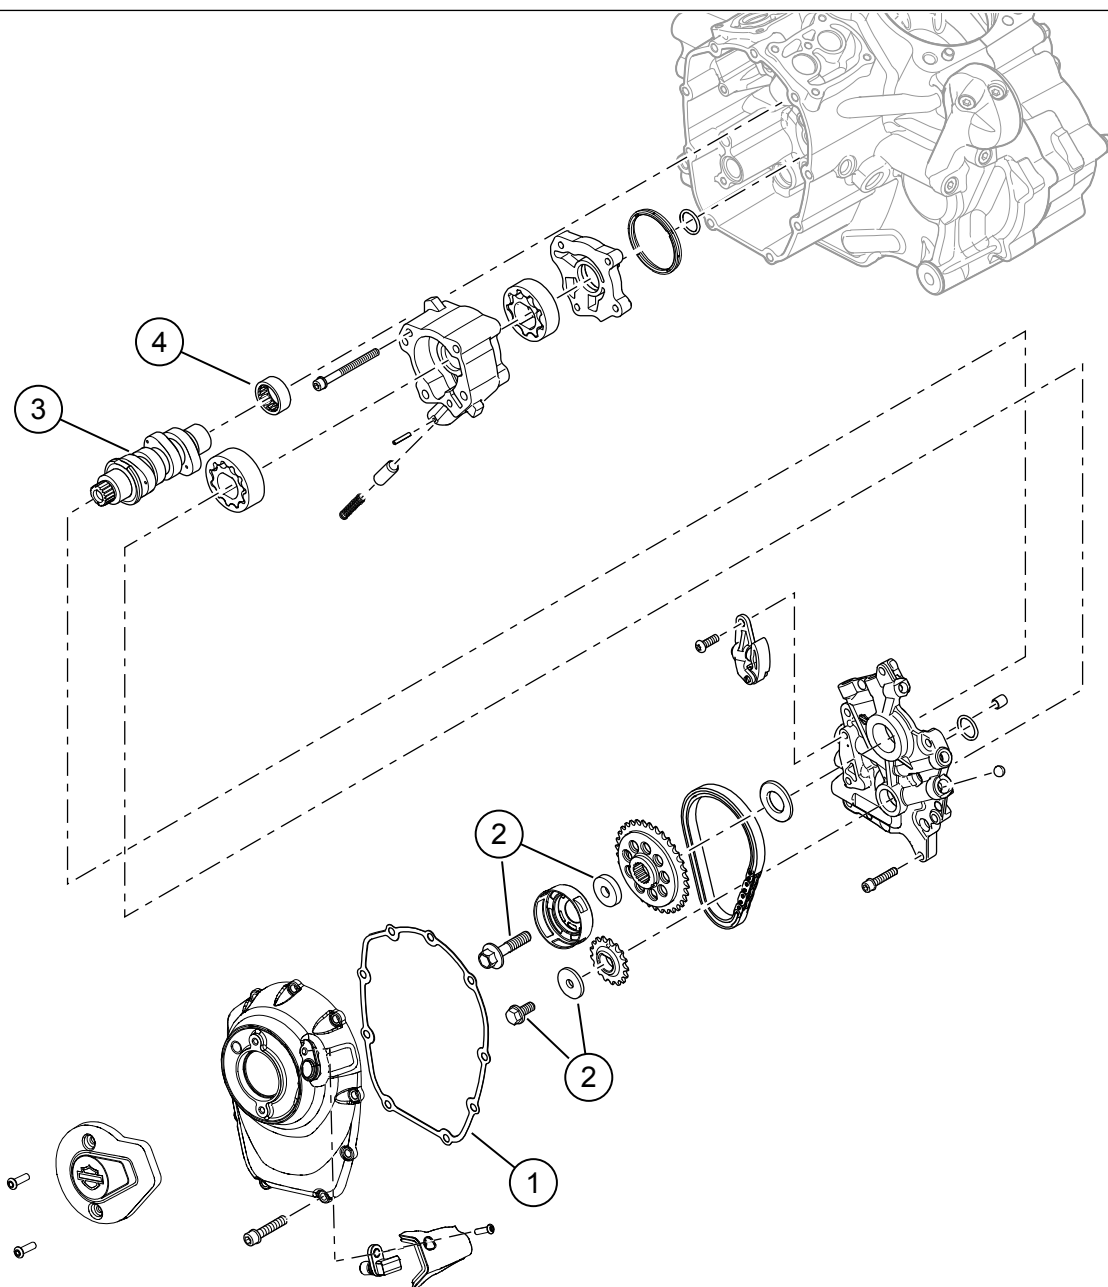

Figure 2. Contenu du kit : Kit Screamin' Eagle Milwaukee-Eight Stage 2
1. Figure 2 Installez la pompe à huile. Consultez le manuel d'entretien.